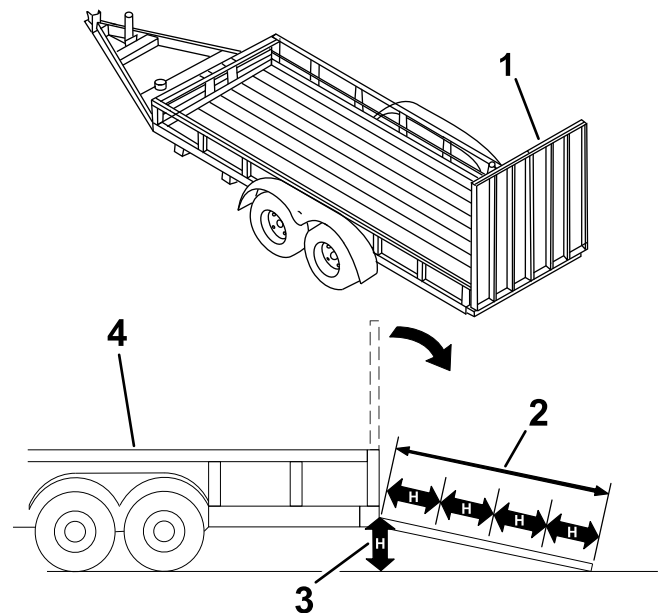

Bild 29
Das Laden einer Maschine auf einen Anhänger oder einen Lastwagen erhöht die Umkipppgefahr und könnte schwere oder tödliche Verletzungen verursachen (Bild 29).
3. Senken Sie die Rampe (Bild 29).